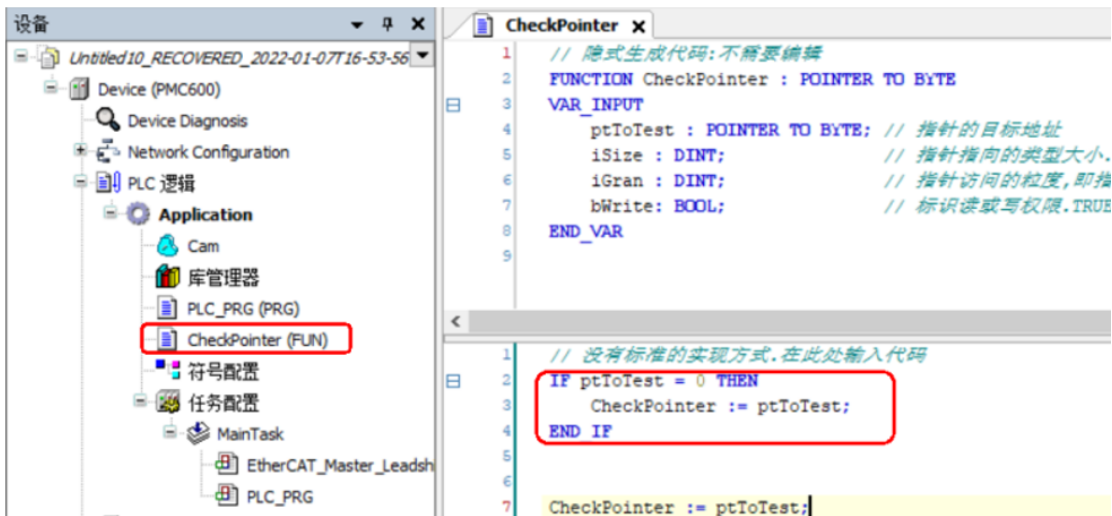

图 14.13 “指针检查”的代码
- 3) 如图 14.13 所示，在添加的函数“CheckPointer”里面手动输入以下代码：